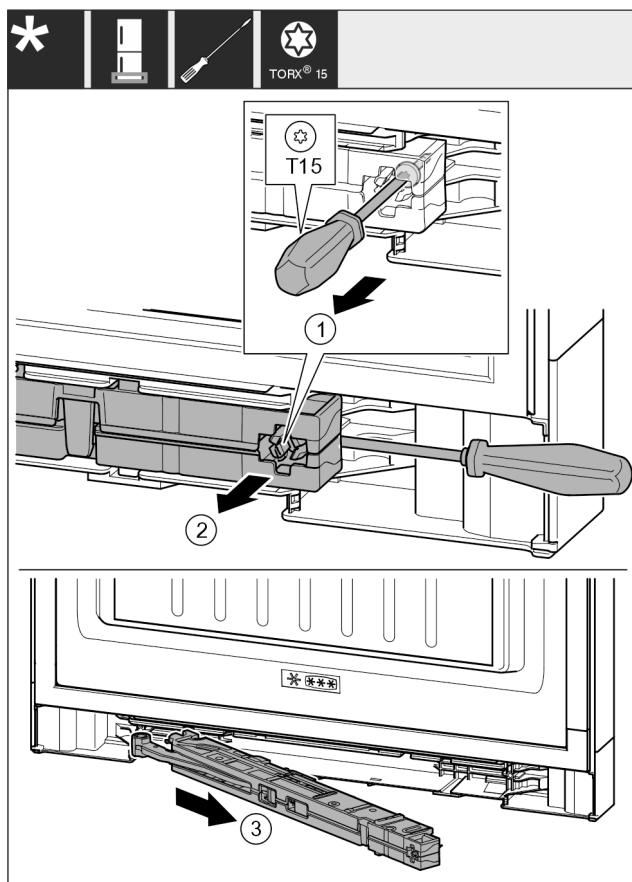

Fig. 19
- ▶ 用螺丝刀将关门阻尼单元上的螺钉 Fig. 19 (1) 松开 14 mm。
- ▶ 用螺丝刀在手柄侧向前推动关门阻尼单元 Fig. 19 (2)。
- ▶ 拉出关门阻尼单元 Fig. 19 (3)。